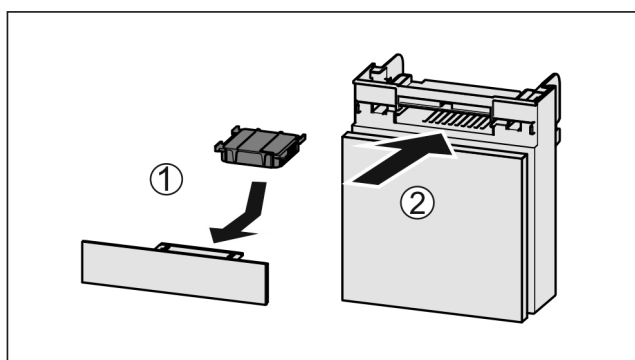

Fig. 234
- Filtr s aktivním uhlím vložte podle vyobrazení Fig. 234 (1).
- Zásuvku zasuňte Fig. 234 (2).